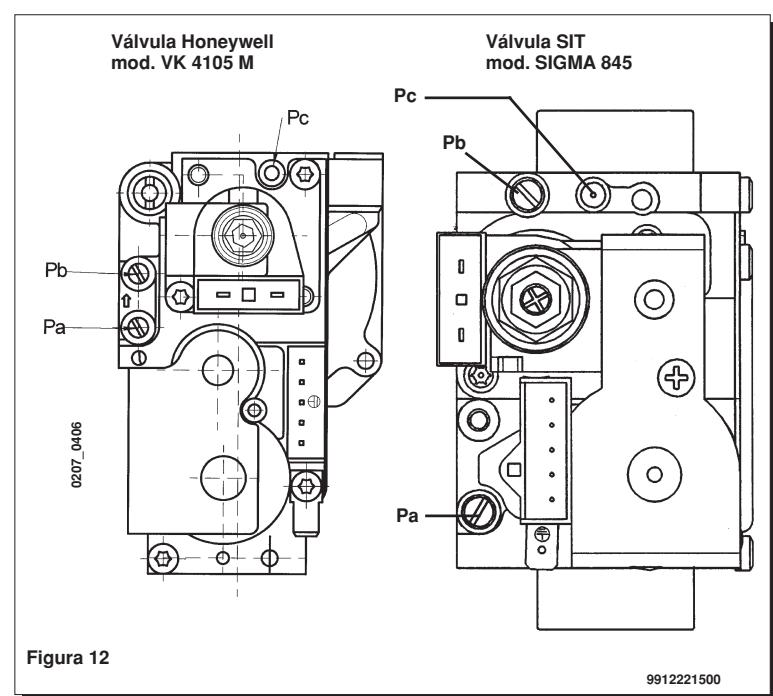

Figura 12
As modalidades de ajuste do regulador de pressão são levemente diferentes conforme o tipo de válvula do gás utilizada (HONEYWELL ou SIT, ver figura 12).
- ligar a tomada de pressão positiva de um manómetro diferencial, possivelmente de água, à tomada de pressão (Pb) da válvula do gás (figura 12). Ligar, somente para os modelos a compartimento estanque, a tomada negativa do mesmo manómetro a um especial "T" que permita ligar a tomada de compensação da caldeira, a tomada de compensação da válvula de gás (Pc) e o próprio manómetro. (Uma medição igual pode ser efectuada ligando o manómetro à tomada de pressão (Pb) e sem o painel frontal do compartimento estanque);
- verificar que a pressão dinâmica de alimentação da caldeira, medida na tomada de pressão (Pa) da válvula do gás (figura 12), seja a correcta (30 mbar para el gas butano, 37 mbar para el gas propano o 20 mbar para el gas natural);